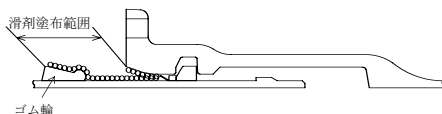

図 15 滑剤塗布範囲
- (1) ゴム輪外面、挿し口外面および受口内面にダクトイル鉄管継手用滑剤を塗る。塗布範囲を図 15 に示す。